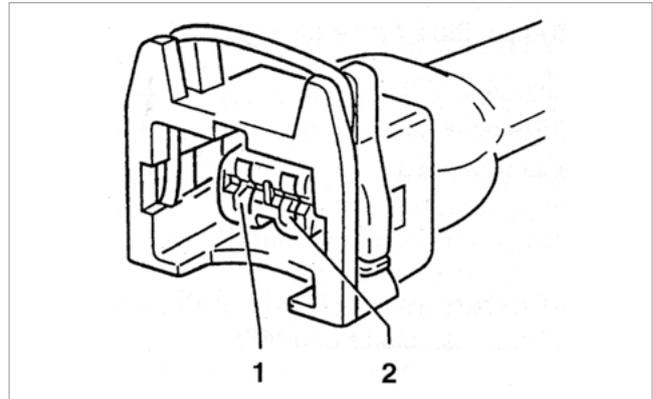

Fig. 5 : Contact 1 ou 2
- Mesurez la tension entre les contacts et la masse du moteur (voir Fig. 5).
- Comme l'attribution des contacts de la prise de le convertisseur de pression peut être différente selon les modèles, il faut d'abord regarder à quel contact se fait l'alimentation en tension (voir Fig. 5).